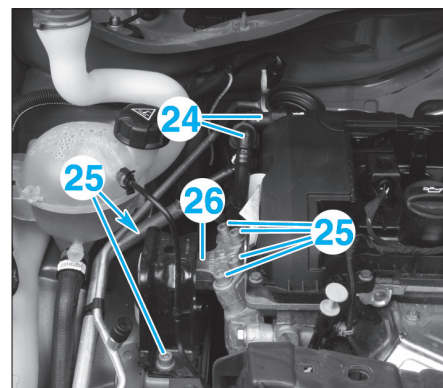

FIG. 69
- Désaccoupler les tubes d'alimentation (24) carburant et les obturer à l'aide de bouchons de taille adaptée (Fig.69).